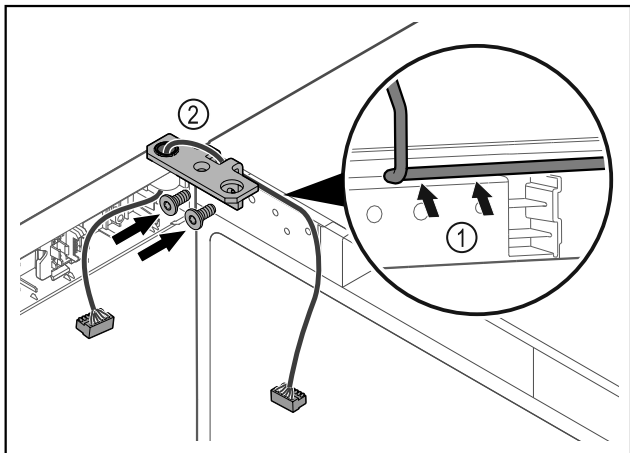

Fig. 42
- Juhtige kaabel läbi šarniirnurgiku väljalõike ja vedage ettevaatlikult Fig. 42 (1).
- Kruvige šarniirnurgik Fig. 42 (2) külge.